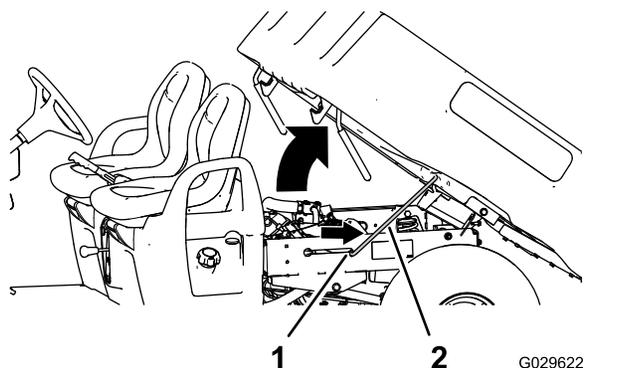

Рисунок 13
- Вставьте опорную стойку в фиксирующий паз для удерживания кузова (Рисунок 13).
2. Вытяните опорную стойку из паза с фиксацией (Рисунок 13).
3. Опустите кузов, чтобы он надежно зафиксировался на месте защелками (Рисунок 13).